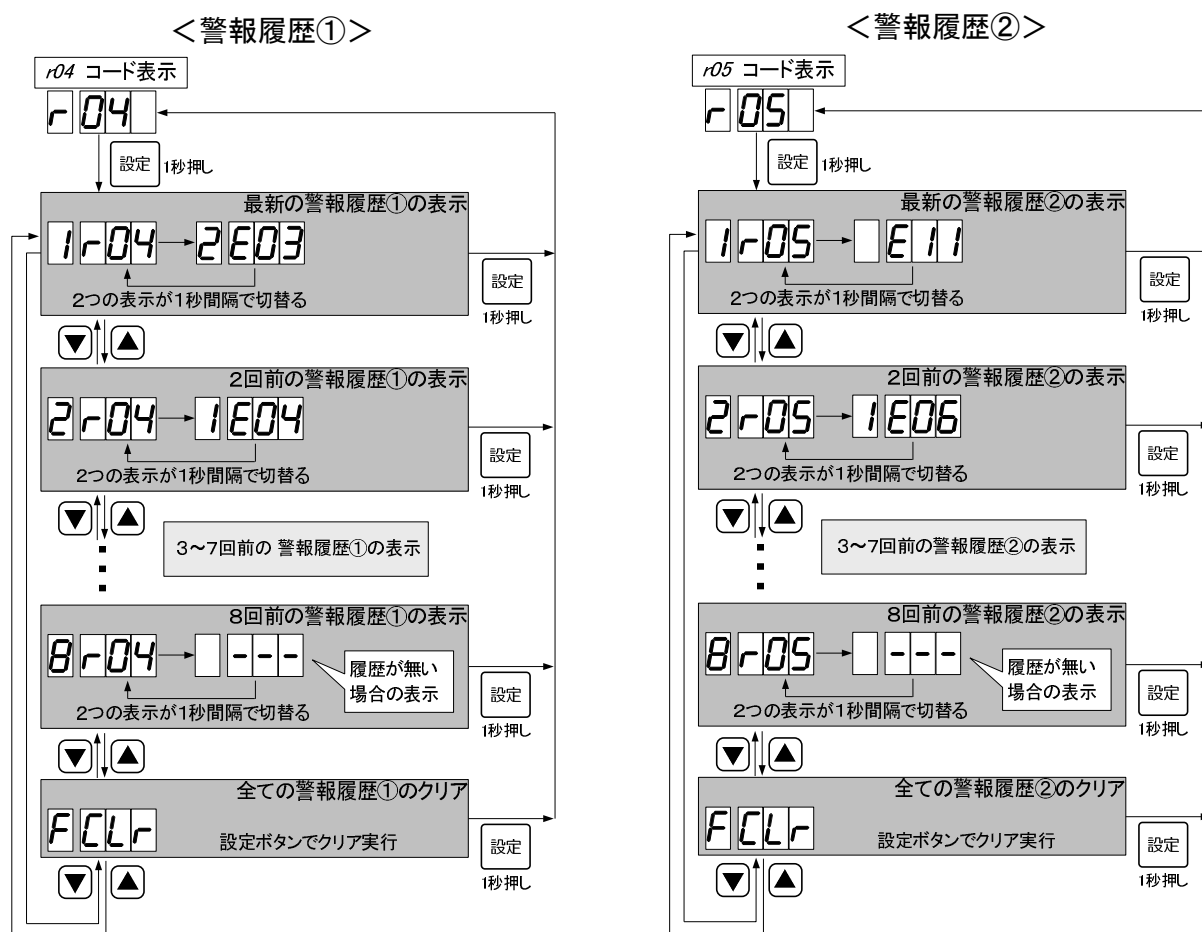

図 37 警報履歴①と②の表示例
- ・警報履歴①は、コード *r04* で、確認することができます。
- ・図 37 に、表示例を示します。